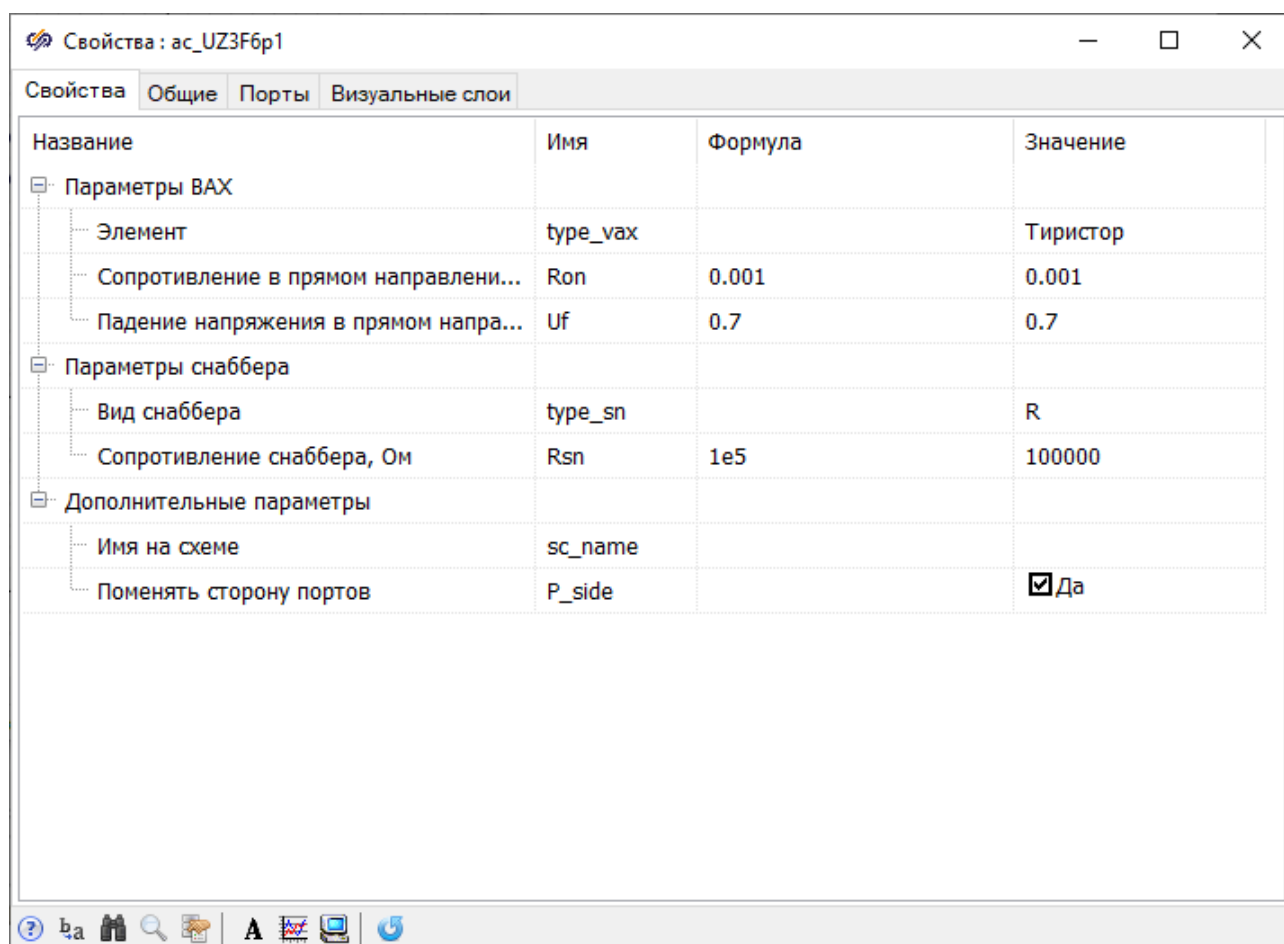

Рисунок 3.5.5. Окно «Свойства» для левого блока «Преобразователь 3-фазный мостовой (тиристор)».
- 1) Для левого блока **«Преобразователь 3-фазный мостовой (тиристор)»** на вкладке **«Свойства»** (Рисунок 3.5.5):